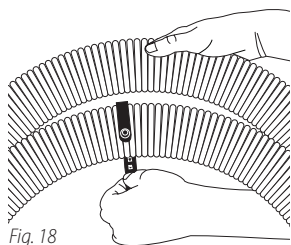

Fig. 18
39. *Enrolle la correa de la manguera 10 Fig. 17. alrededor de la manguera 12, alineando las áreas elevadas en la parte posterior de la correa dentro de una ranura en la manguera. Fig. 18.*